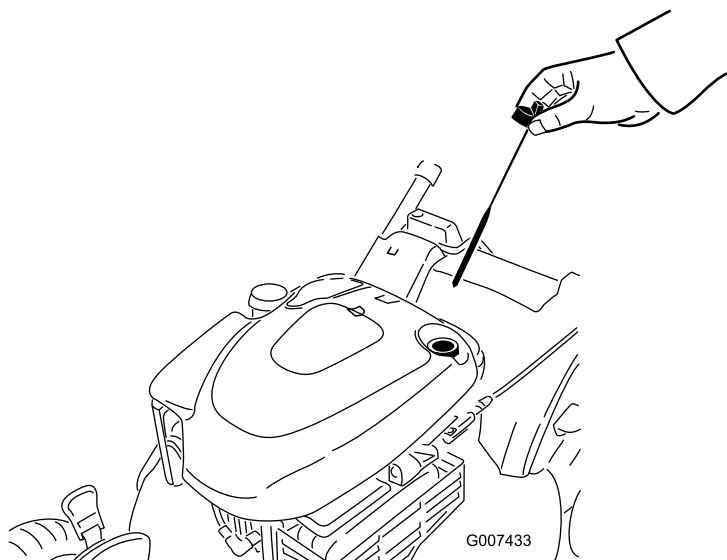

Figura 42
6. Rimuovete l'asta di livello dal tubo di riempimento dell'olio (Figura 42).